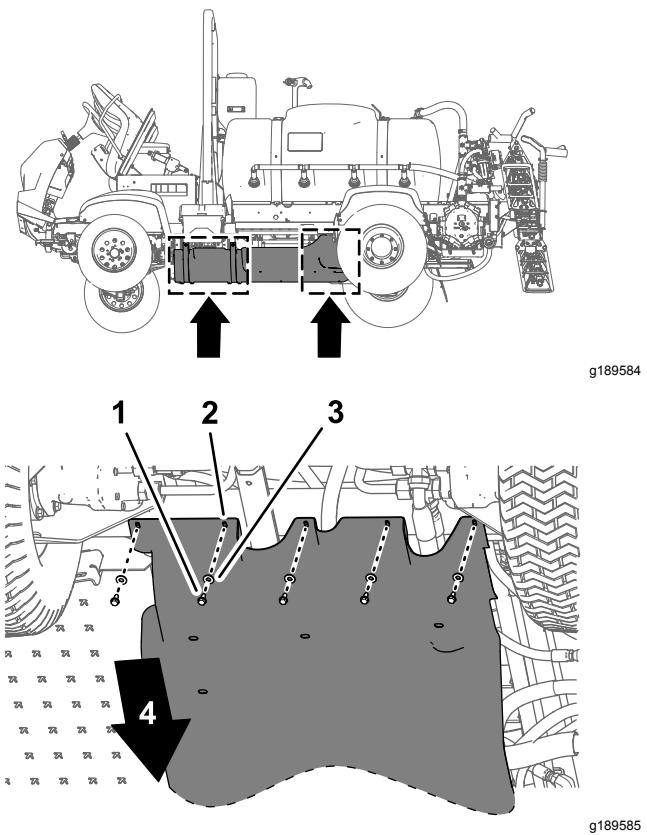
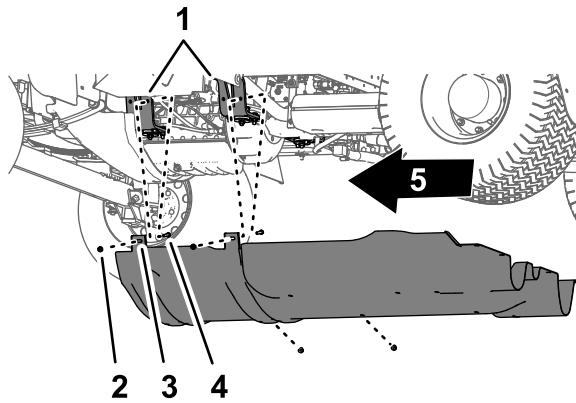

图 58
图 59
1. 拆下将起落架保护罩后部固定至机器底盘上的 5 个凸缘头螺栓 $5/16 \times \frac{7}{8}$ 英寸和 7 个垫圈 $5/16$ 英寸 图 58。
2. 从将起落架保护罩安装凸耳固定至机器发动机安装支架上的螺栓和起落架螺栓拧下 4 个凸缘锁紧螺母 $5/16$ 英寸 图 59。
4. 从机器上拆下底盘保护罩 图 58 和 图 59。
1. 将起落架保护罩与机器的底部机箱对齐请参阅 拆下底盘保护罩 \(页码 41\) 的 图 59。
2. 将起落架保护罩的安装凸耳滑动到机器发动机安装支架上的螺栓和托架螺栓上方请参阅 拆下底盘保护罩 \(页码 41\) 中的 图 59。
3. 使用在 拆下底盘保护罩 \(页码 41\) 的步骤 2 中卸下的 4 个凸缘锁紧螺母 $5/16$ 英寸将起落架保护罩安装到发动机安装支架上 图 59。
4. 将起落架保护罩后部的孔与机箱上的孔对齐请参阅 拆下底盘保护罩 \(页码 41\) 中的 图 58。
5. 使用在 拆下底盘保护罩 \(页码 41\) 的步骤 1 中卸下的 5 个凸缘头螺栓 $5/16 \times \frac{7}{8}$ 英寸和 5 个垫圈 $5/16$ 英寸将起落架保护罩的后部安装到机箱上 图 58。